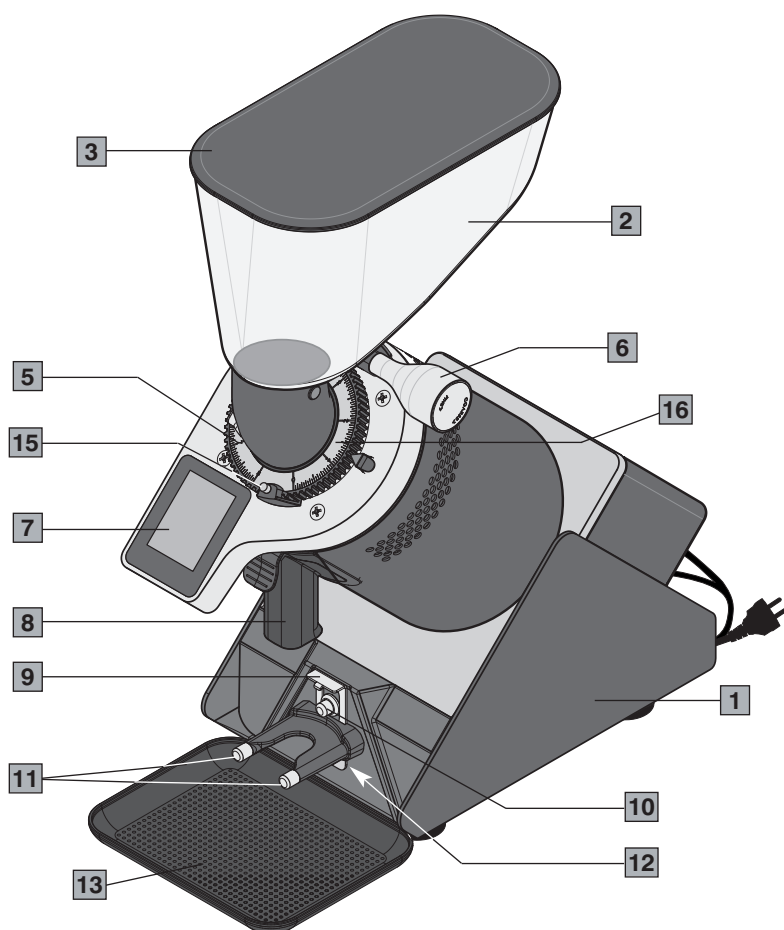
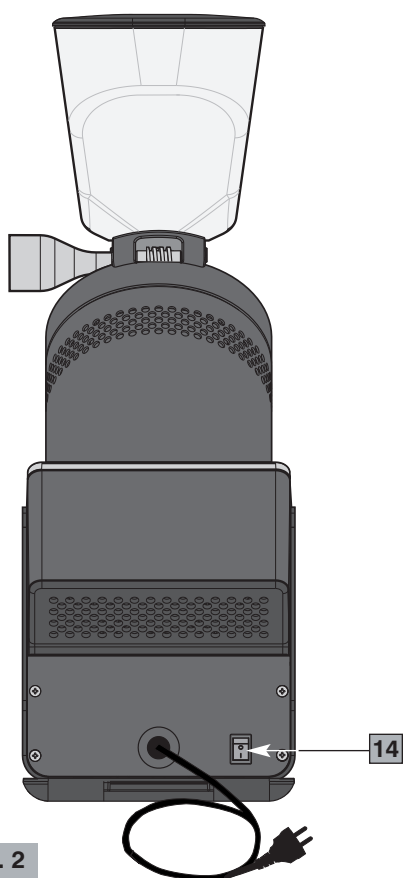
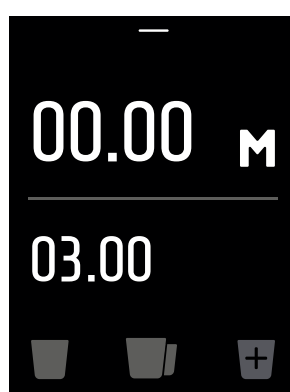

Abb. 1
Abb. 2
Abb. 5c
Le moteur se bloque.	• Si à cause d'un réglage erroné de la mouture ou de la présence d'un corps étranger dans les meules, le moteur se bloque, essayer à augmenter la granulométrie au maximum en manœuvrant dans le sens des aiguilles d'une montre le bouton de réglage (6 Fig. 1). Si cela ne suffit pas, alors arrêter l'appareil, débrancher la fiche de courant et s'adresser à du personnel technique qualifié.
Hauptkomponenten (Abb. 1, Abb. 2, Abb. 3, Abb. 4)
| 5 | Einstellring zum Mahlen | 14 | ON-OFF (I-O)-Schalter (Abb. 2) |
| 7 | Schalttafel (Abb. 1 und Abb. 4) | 16 | Anzeigescheibe der Kaffeebohnenengröße |
Bevor der Stecker in die Steckdose gesteckt wird muss man sich vergewissern, dass sich der ON-OFF-Schalter (14 Abb. 2) auf "O" (ausgeschaltet) befindet.
- 2** Den ON-OFF-Schalter (14 Abb. 2) auf "I" einstellen. Die Schalttafel schaltet sich ein (7 Abb. 1) (siehe Abb. 4).
- 4** Den Filterbehälter (auf der Auflage positionieren (11 Abb. 1) unter den Filterbehälterhalter (9 Abb. 1) die zuvor je nach dem Modell des benützten Filterhalters eingestellt wird) der Starttaste (10, Abb. 1) drücken. Die Position des Filterbehälters beibehalten, bis der Auswurf abgeschlossen ist.
- 4 Mit dem Filterbehälter die Starttaste (10, Abb. 1) drücken und diese für die gewünschte Zeit gedrückt lassen, die auf dem Display angezeigt wird (siehe Abb. 5c). Die Fortschrittleiste der Portion blinkt (siehe Abb. 5c).